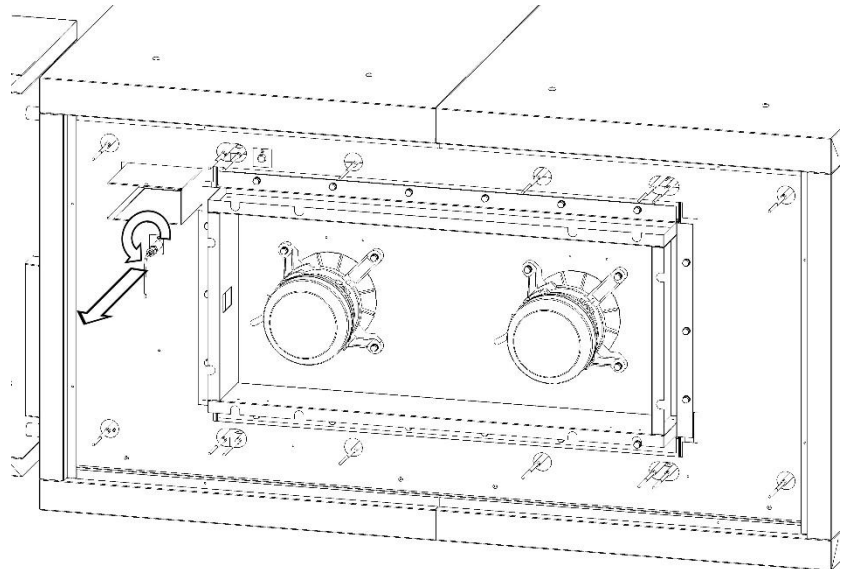

Fig.11B
5. À l'aide d'une clé plate 12 mm, desserrer l'écrou de fixation du support et retirer la sonde (Fig.11B).